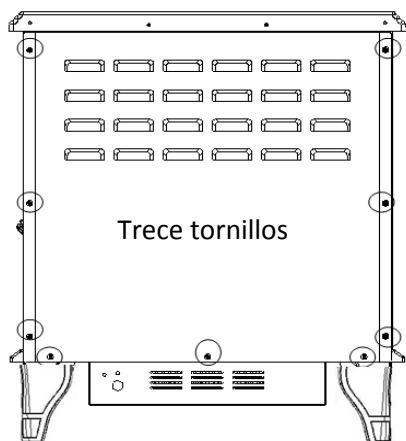

Figura 1
- Afloje los tornillos que sujetan el panel posterior del aparato con el cuerpo principal del calefactor (ver figura 1).